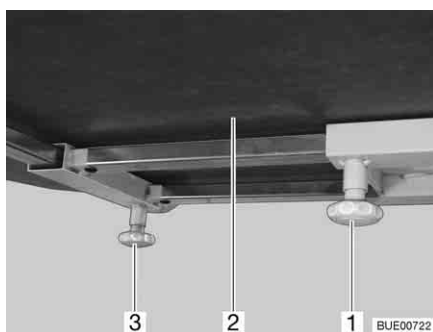

Fig. 119 Deslocar o tampo da mesa (alternativa)
- Desaperte o parafuso de cabeça estriada (Fig. 119,1).
- Empurre o tampo da mesa (Fig. 119,2) para a posição pretendida.
- Desaperte o parafuso de cabeça estriada (Fig. 119,3).